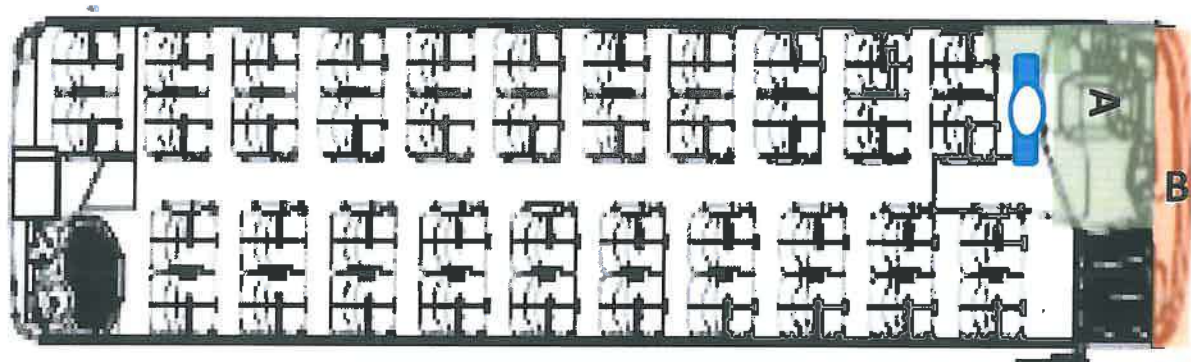

Fig. 6
**Inspección de Área de Operador:** Se realizara tomando como base la posición del operador en la Unidad teniendo como perspectiva general la consola Inferior, consola Superior así como el área de válvulas de apertura de puertas. Fig.6